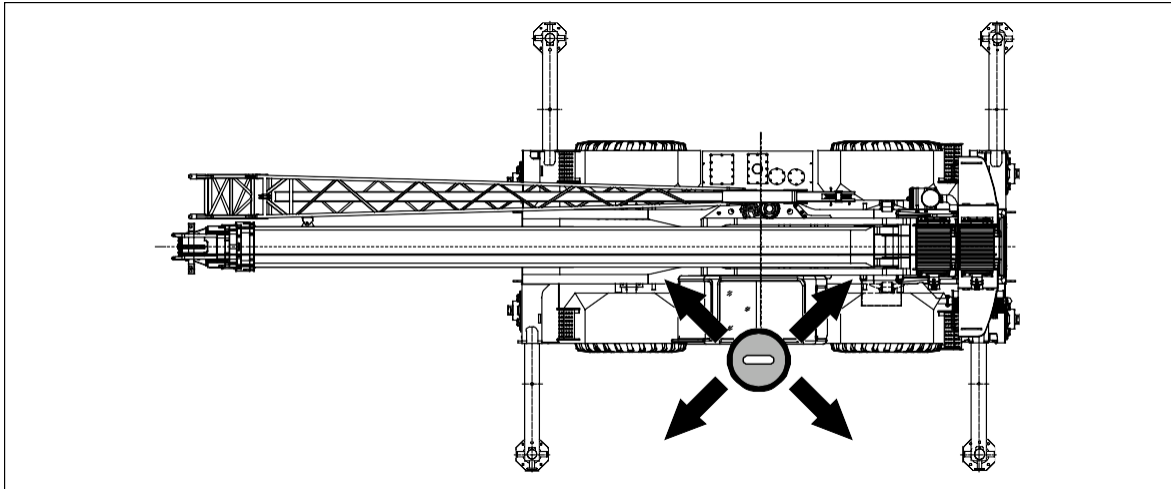

Figura 7-31 Nivele o guindaste
- D. Estenda as patolas e nivele o guindaste. Consulte a figura 7-31.